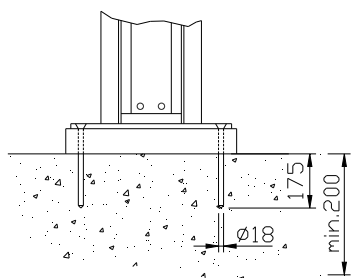

Fig. 8
- Boor de verankeringsgaten in de vloer zoals aangegeven in Fig. 8.